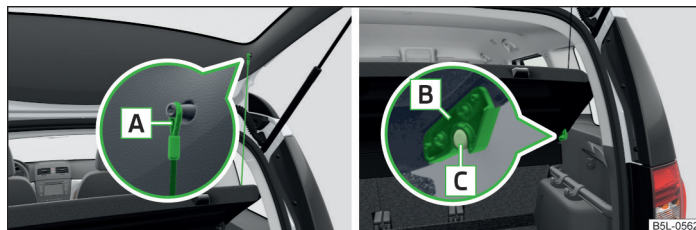

Fig. 82 Fixarea capotei portbagajului
- Desfaceți benzile de susținere » fig. 82 de la capota portbagajului.
- › Poziționați elementele de prindere ale capacului **B** » fig. 82 peste bolțurile **C** pe capitonajul lateral.
- Dacă benzile de susținere **A** » fig. 82 sunt agățate de capota portbagajului, atunci la deschiderea capotei portbagajului se ridică și masca portbagajului.